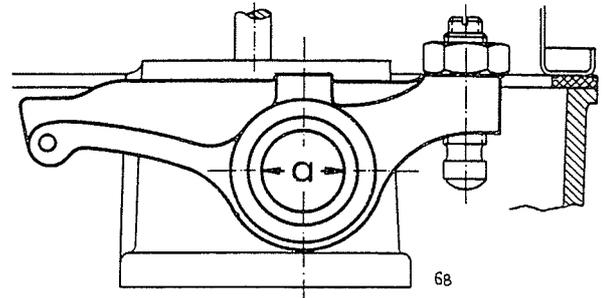

Bild 68 Kipphebelbüchse
a) Montage des Ventilantriebes: Zylinderkopfschrauben und die beiden Elastik-Stop-Muttern M 8 ohne Sicherungsringe für Zylinderkopfaufsatz müssen angezogen sein. An beiden Enden eingölte Stoßstangen (Auslaß und Einlaß-Stoß-Stangen sind gleich) mit Kugelpfanne nach oben in die Schutzrohre stecken, die nach Abschnitt IA 16e montiert wurden. Vor dem Zusammenbau des Ventilantriebes wird empfohlen, die Bohrung der eingepreßten Kipphebelbüchse nachzumessen, und falls das Maß 20,020 bis 20,041 mm nicht vorhanden ist, auf dieses aufzureiben, siehe Bild 68.